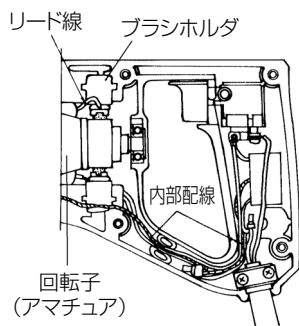

図 5
(2) 内部配線類が図 5 のように正規の位置にあること、また内部配線類が回転子 (アマチュア) に接触しないことを十分確認してください。
(3) ハンドルカバーにゴムブッシュ (2 コ) が付いていることを確認してください。
(4) 内部配線類がハウジングとの間にかみ込まれないよう十分注意してハンドルカバーをかぶせて、小ネジ (4 本) を締付けてください。